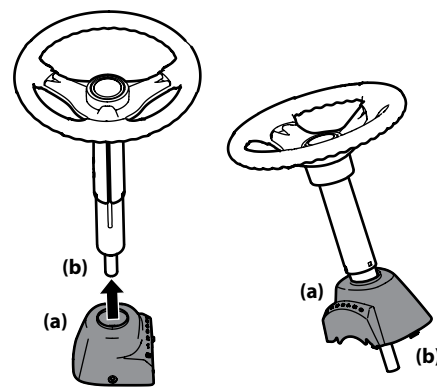

Figura 2-2
- Deslice la tapa del pedestal (a) sobre el eje de la dirección (b) de manera que dicho eje (b) se instale en el tractor cortacésped, la tapa del pedestal (a) quedará vertical como se indica en la Figura 2-2.